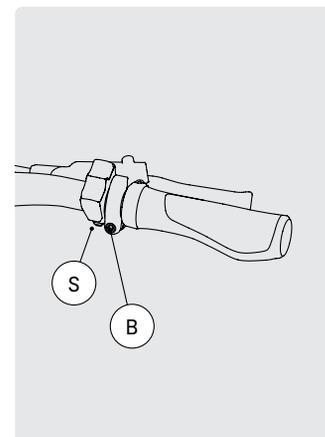

FIG. 26
- 1 Allentare le viti a brugola S e B sulla leva del cambio e sulla leva del freno (fig. 26).